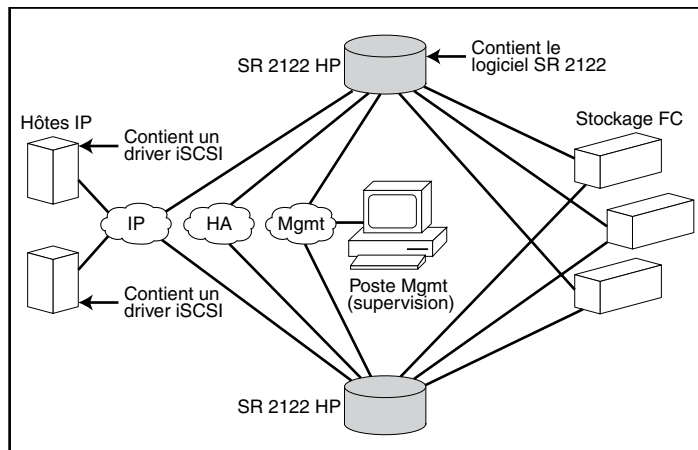

Figure 33 : Structure réseau de base du routage SCSI
La Figure 33 décrit la structure de base d'un réseau de routage SCSI. Les hôtes IP avec des drivers iSCSI accèdent aux routeurs de stockage via un réseau IP connecté à l'interface Gigabit Ethernet de chaque routeur de stockage. Les routeurs de stockage accèdent aux périphériques de stockage connectés aux interfaces Fibre Channel de chaque routeur de stockage. Une station de supervision gère les routeurs de stockage via un réseau IP connecté à l'interface de supervision de chaque routeur. Pour un fonctionnement à haute disponibilité (HA), les routeurs de stockage communiquent entre-eux via deux réseaux : le réseau HA connecté à l'interface HA de chaque routeur de stockage et le réseau de supervision connecté à l'interface de supervision de chaque routeur de stockage.